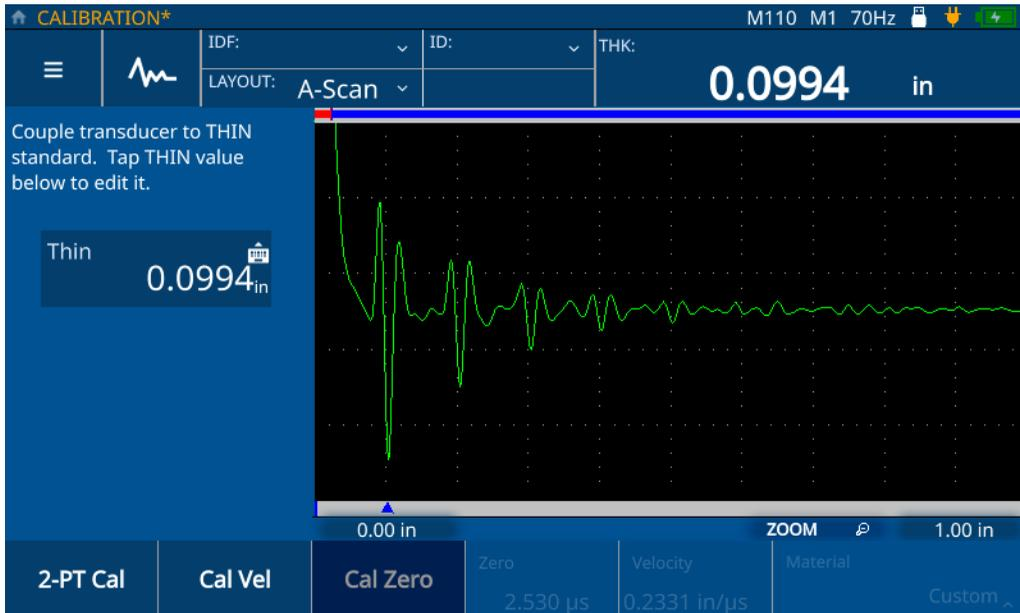

Abbildung 5-5 Nullpunktjustierung
4. Befolgen Sie die angezeigten Justieranweisungen und koppeln Sie den Messkopf an das Prüfteil mit bekannter minimaler Dicke (siehe Abbildung 5-5 auf Seite 50).